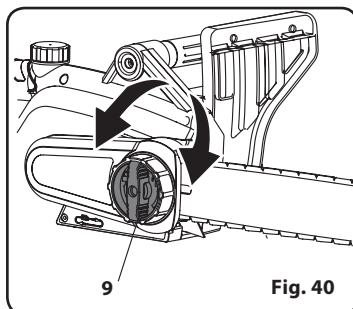

Fig. 40
Tournez la roue de serrage (9) pour serrer à fond le >>cache latéral (10) (fig. 40).